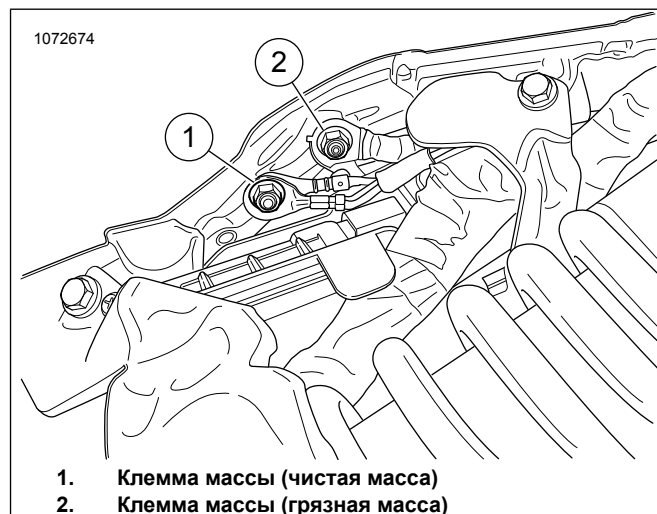

Рисунок 23. Точка «массы» рамы
См. Рисунок 23. Проложите и подсоедините провод массы АТМ к задней клемме чистой массы (1). Затяните с моментом: